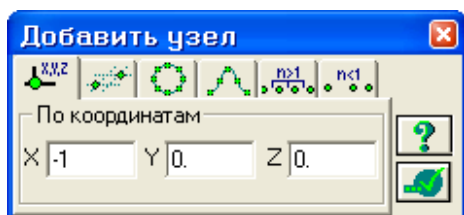

Рис.11.6. Диалоговое окно **Добавить узел**
- В этом окне задайте координаты крайнего левого узла ростверка (рис.11.6):